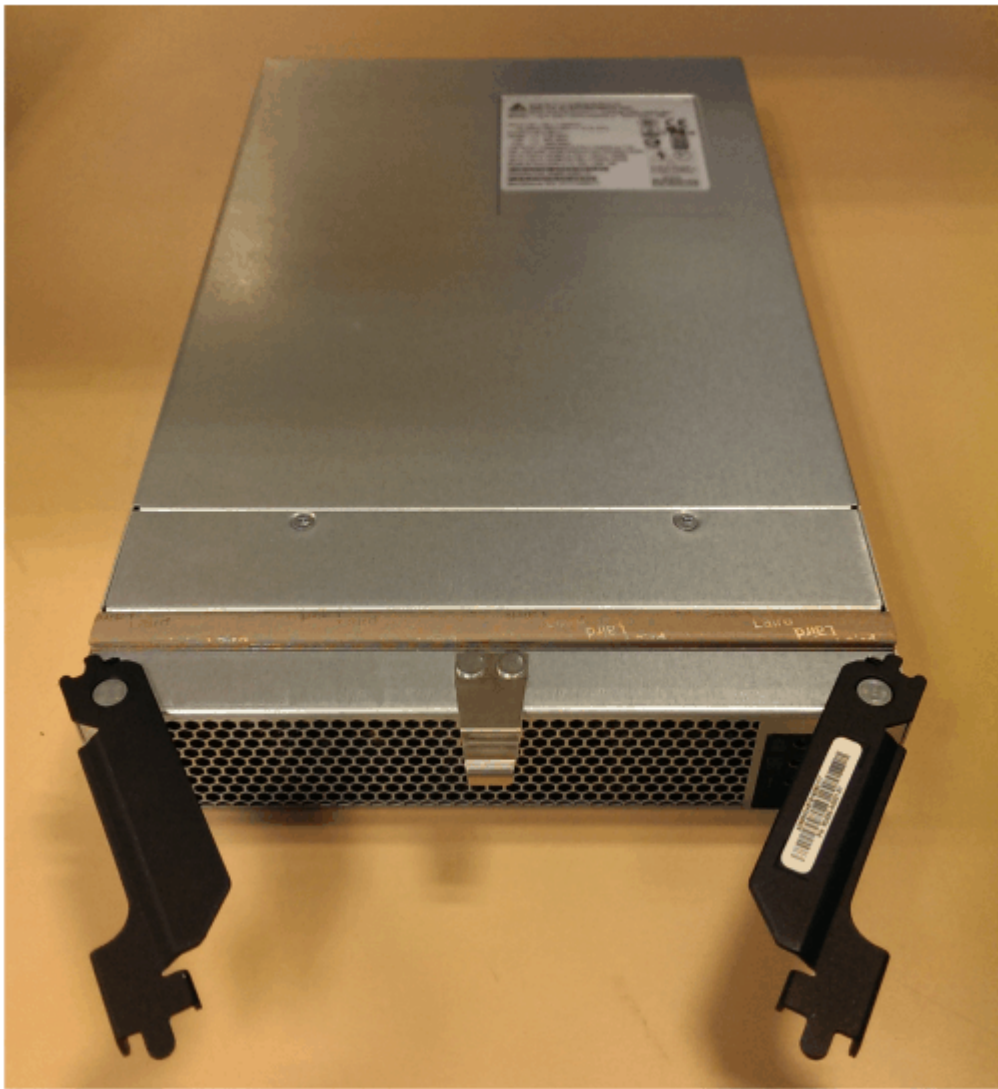

Figure 109. Alimentation électrique retirée
5. Retirez avec précaution l'unité d'alimentation électrique du châssis de boîtier d'extension et placez-la dans un endroit sûr, comme indiqué dans la Figure 109, à la page 99.